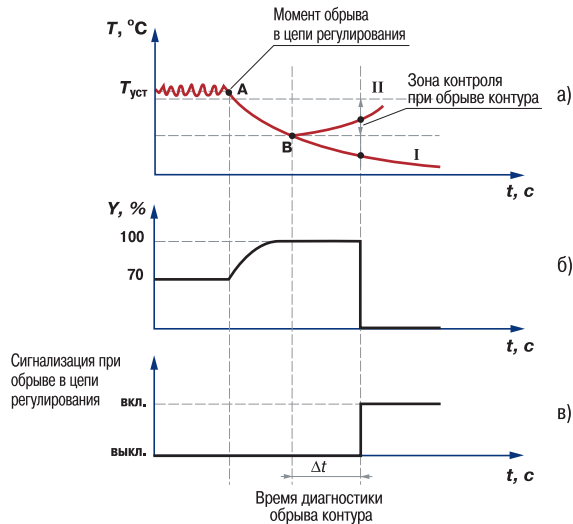

Рис. 13
3.2.8.3.3. Приведем пример срабатывания устройства диагностики обрыва контура (рис. 13).
В точке **A** нагреватель вышел из строя, и температура начинает уменьшаться (рис. 13, а). Регулятор увеличивает выходной сигнал (рис. 13, б), контролируя отклик системы. Поскольку температура продолжает уменьшаться, рассогласование растёт, и значение  $Y$  достигает 100 %. В момент достижения  $Y = 100$  % (точка **B**) прибор начинает отсчет «времени диагностики обрыва контура»  $\Delta t$ .
Если по истечении этого времени температура продолжает уменьшаться, сигнализация срабатывает (кривая I на рис. 13, а). Если температура стала расти, но за время  $\Delta t$  изменение температуры не превысило «ширину зоны диагностики обрыва контура» (кривая II на рис. 13, а), сигнализация также срабатывает (рис. 13, в).